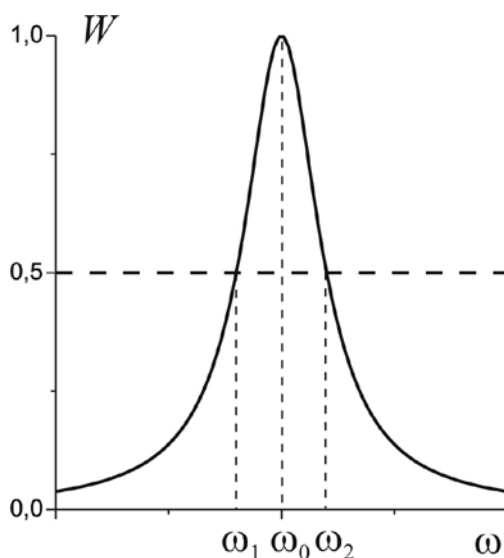

Рис. 1
График этой зависимости изображен на рис. 1. Очевидно, что *положение максимума резонансной кривой определяет величину ω_0* . Проведем на графике прямую параллельную оси абсцисс при ординате $1/2$. Эта прямая пересечет резонансную кривую в точках ω_1 и ω_2 . Величину $\Delta\omega = \omega_2 - \omega_1$ называют шириной резонансной линии. Из (2) очевидно, что $\Delta\omega = 2\beta$. Таким образом, коэффициент затухания определяет полуширину резонансной линии.